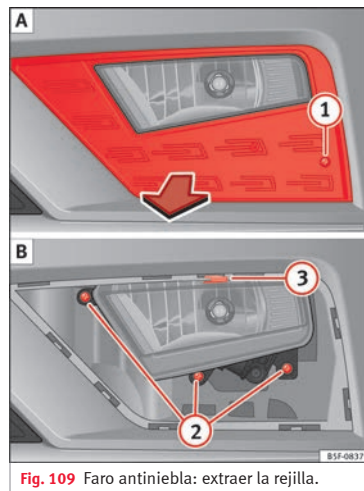
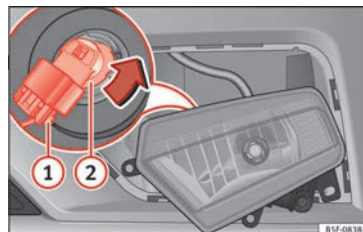

Fig. 109 Faro antiniebla: extraer la rejilla.
Fig. 110 Faro antiniebla: desmontar el portalámparas
1. Retire el tornillo » fig. 109 ① A de la rejilla del faro antiniebla utilizando un destornillador y extraiga la rejilla.
2. Retire los 3 tornillos » fig. 109 ② B.
3. Retire la grapa metálica situada en la parte superior del faro antiniebla tirando hacia el exterior del vehículo ③ B y extraiga el faro antiniebla.
4. Extraiga el conector » fig. 110 ① de la lámpara.
5. Gire el portalámparas ② a la izquierda y tire.